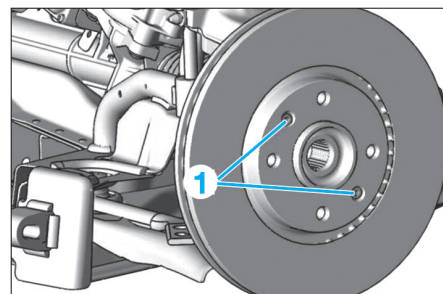

Fig. 5
- Déposer les vis (1) et le disque (Fig.5).